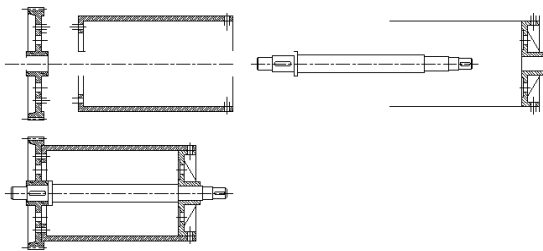

图 10-11 复制结果
- 03 重复执行【复制】命令, 对其他图形进行复制, 复制结果如图 10-11 所示。